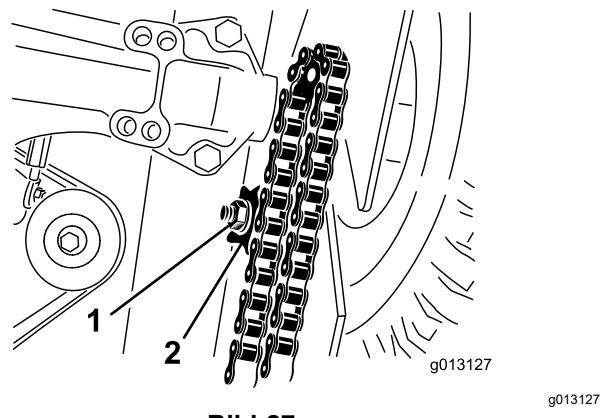

Bild 27
- Lösen Sie die Mutter, mit der das Spannscheibenkettenrad der Kette befestigt ist, die Sie spannen (Bild 27).